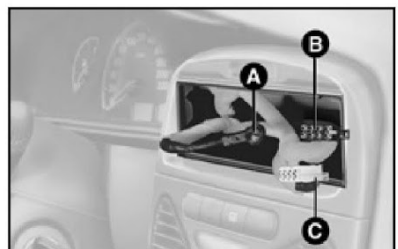

fig. 79
- cabo de alimentação do auto-rádio C-fig. 79.
- cabo para alto-falante dianteiro (Palio Fire Flex, Siena Fire Flex e Strada Fire) e traseiro B-fig. 79 (Palio Fire Flex e Siena Fire Flex).
- cabo com conector para antena A-fig. 79.